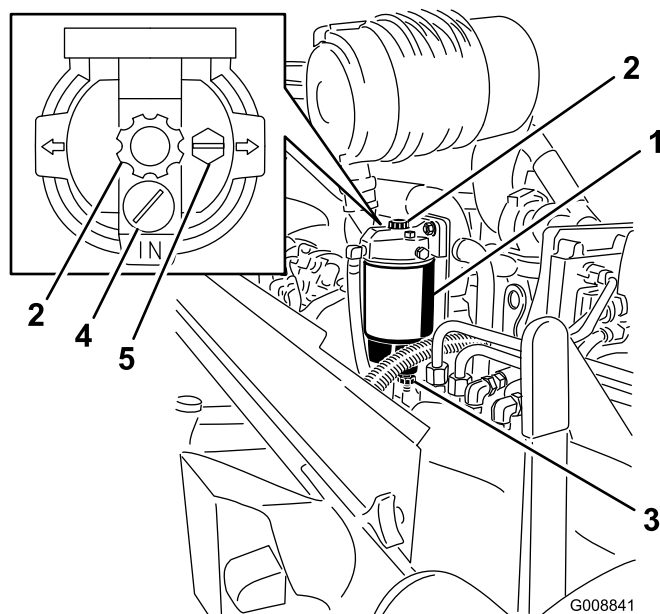

図 62
1. 燃料フィルタの下に汚れない容器をおく 図 62。
2. ドレンプラグを開き、ポンプを作動させて、たまっている異物を容器に出す 図 62。
2. ベントプラグをゆるめるとドレンプラグが開き、燃料とともにたまっていた異物がでてくる 図 62。